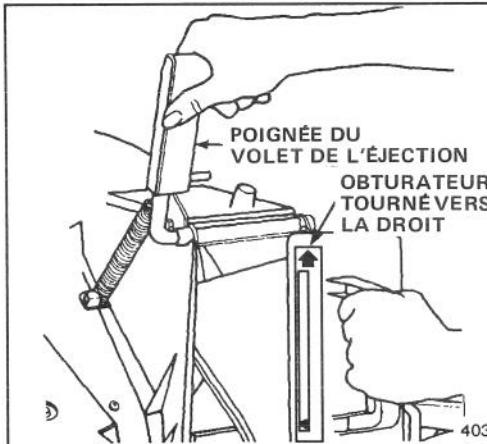

Figure 4
1. Ouvrir le volet de l'éjection en tirant la poignée vers l'avant, puis en le repoussant vers l'arrière (Fig. 4). Tenir la poignée du volet de l'éjection pour empêcher que son ressort ne le ferme lors de l'introduction de l'obturateur.
2. L'obturateur étant légèrement plus large que l'ouverture du canal d'éjection, l'introduire en le faisant tourner légèrement vers la droit (Fig. 4). Vérifier que la flèche qui se trouve sur l'auto-collant de l'obturateur est pointée vers le haut.